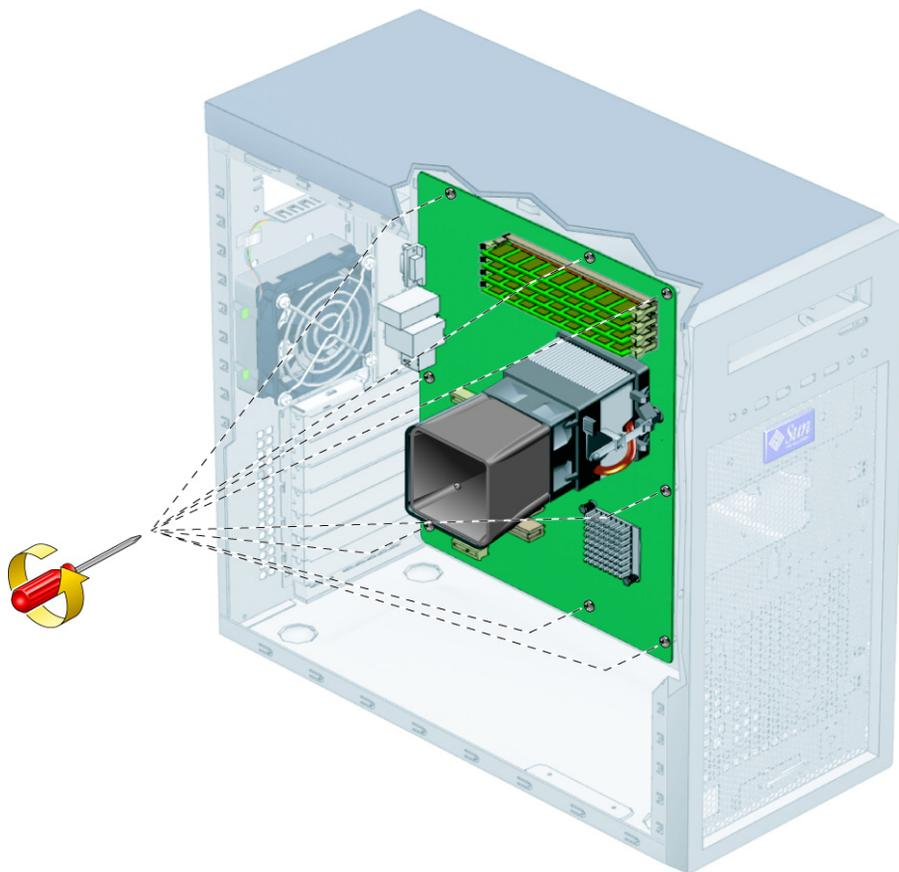

РИС. 4-41 Отвинчивание винтов материнской платы
6. **Отвинтите восемь винтов с крестовым шлицем, крепящих материнскую плату к корпусу (см. РИС. 4-41).**